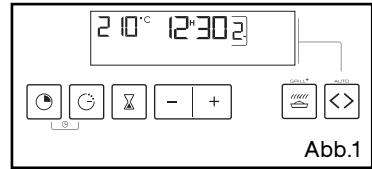

Abb.1
- Garmodus wählen und Temperatur anpassen (Abb.1).